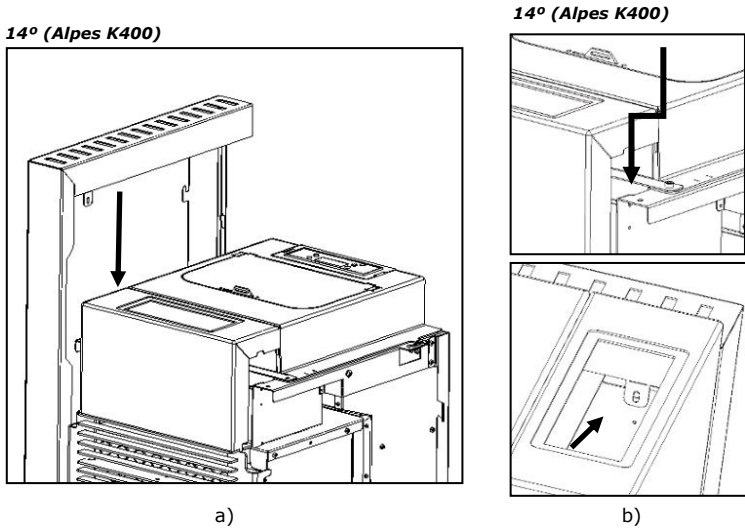

Figura 64 - Encaixe das patilhas nas estruturas laterais
p) Na parte superior a patilha mencionada deve passar entre o frontal de acabamento superior e a estrutura da máquina como demonstra a Figura 64. No caso Alpes K300 a patilha não fica visível.